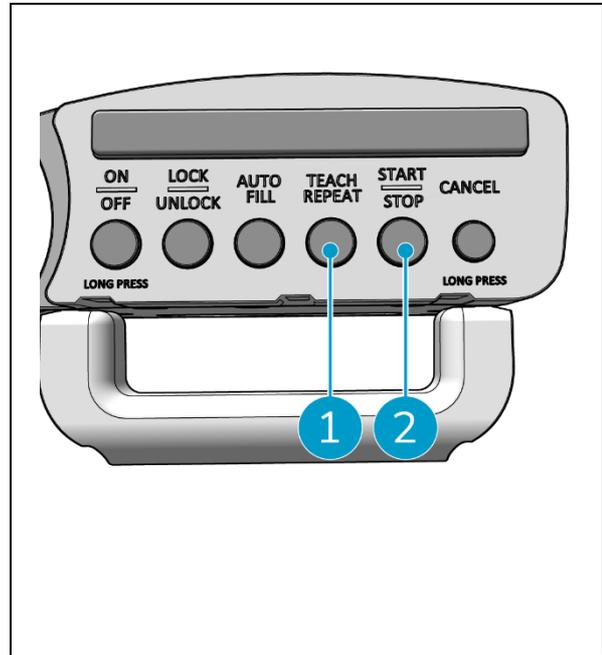

Figure 28
2. Appuyez sur la touche Teach Repeat (Figure 28, pos. 1). La touche Teach Repeat devient blanche.
3. Guidez l'i-walk autour de la zone que vous souhaitez nettoyer. Lorsque vous arrivez au point de départ, le bouton Start/Stop (Figure 28, pos. 2) clignote en bleu.